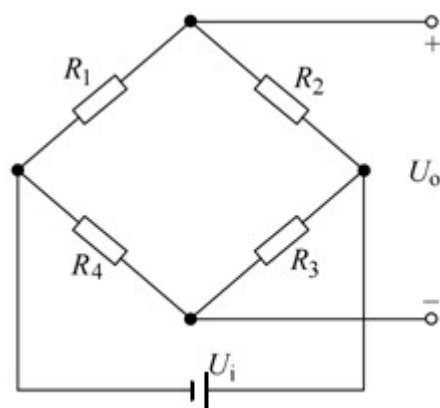

图 2-88 直流应变电桥
7. 图 2-88 为一直流应变电桥。 $U_i = 5\text{V}$, $R_1 = R_2 = R_3 = R_4 = 120\Omega$, 试求: